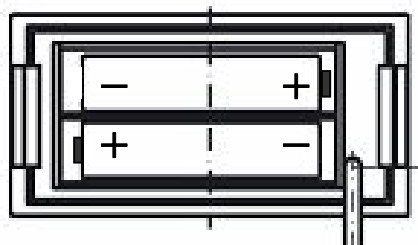

図1
- ① 本カウンタはバッテリー駆動(単4アルカリ電池2本)にて動作しています。(お買い上げの際に付属されている電池は、機能や性能を確認するためのものですので、所定の寿命を満足しない場合があります。)
- ② 低消費LCDの採用で約2年間の長期寿命となっております。電池交換時にも設定データは消えませんが、バックアップ(記録)を取っておく事を推奨致します。
- ③ センサーヘッドケーブルは取り外しができませんので、電池交換時には十分注意して作業を行って下さい。(図1参照)
- ④ 電池交換は表示カウンタ裏のネジ2本を外せば行えます。